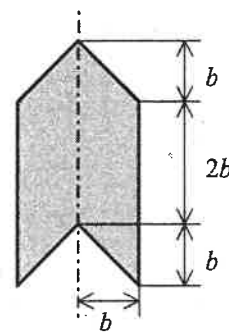

図 2 断面形状 (左右対称)
- (1) 各支点到に作用する反力、反モーメントを図示しなさい。存在しないなら示さなくてもよい。
- (2) (1)の結果を用いて力のつり合いおよびモーメントのつり合いの式を示しなさい。
- (3) 左端 A からの距離 x におけるせん断力 F および曲げモーメント M の式を x の関数として表わしなさい。
- (4) せん断力線図および曲げモーメント線図を示しなさい。
- (5) 右端 C ($x = 3a$) でのたわみを求めなさい。
- (6) このはりの断面が図 2 のような形状であるとき、この断面 2 次モーメント I および上端での断面係数 Z の式を記しなさい。
- (7) (6)の結果を用いて $x = a$ の位置でのはり上端の曲げ応力 σ の値を求めなさい。